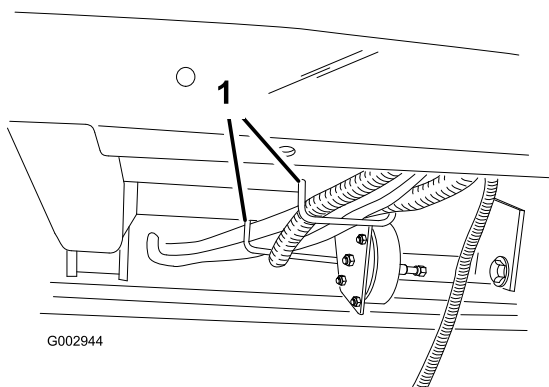

Bild 26
8. Verlegen Sie den Kabelbaum des hinteren Steuerkastens durch das Armaturenbrett, unter dem Fahrzeug, durch die zwei Kabelbaumringe unter der Bodenplatte (Bild 26) oder R-Klemmen an neueren Fahrzeugen.